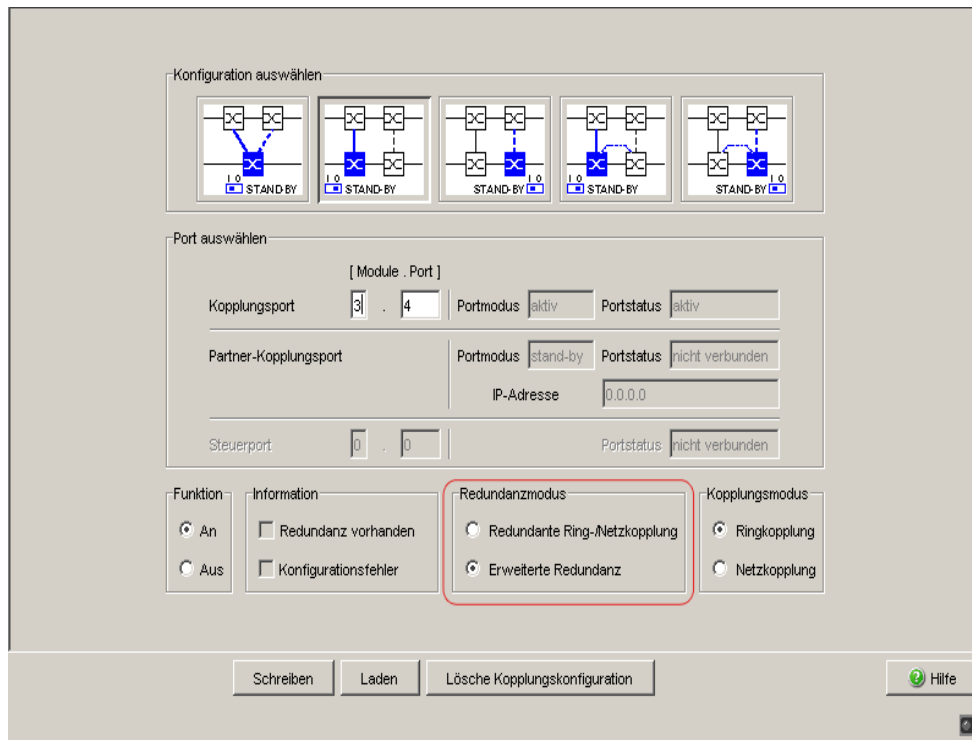

Abb. 18: Zwei-Switch-Kopplung: Redundanzmodus auswählen
- ☐ Wählen Sie im Rahmen „Redundanzmodus“ (siehe Abbildung 18)